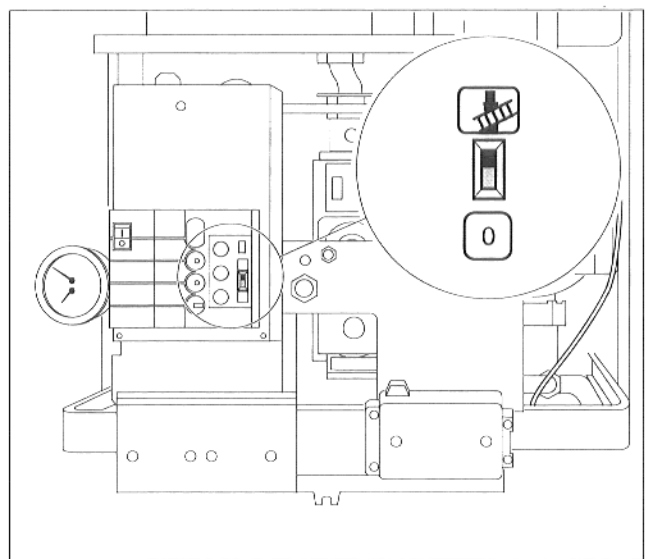

Abb. 17 Schornsteinfegerschalter
- Schornsteinfegerschalter (Abb. 17) in Stellung Schornsteinfegersymbol stellen.